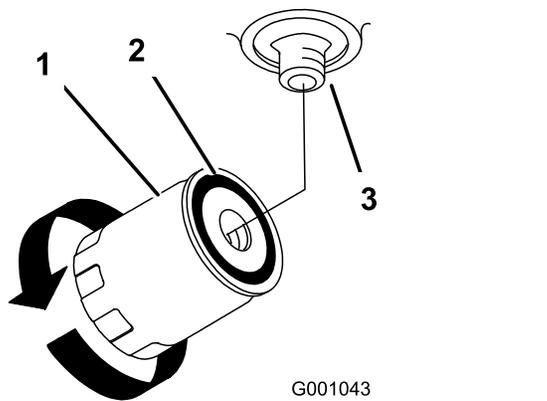

Figure 80
7. Appliquez une fine couche d'huile propre sur le joint en caoutchouc du filtre de rechange (Figure 80).
9. Remplissez le réservoir hydraulique jusqu'à ce que le liquide déborde du filtre. Tournez alors le filtre dans le sens horaire jusqu'à ce que le joint en caoutchouc vienne toucher l'adaptateur du filtre. Serrez ensuite le filtre de 1/2 tour supplémentaire (Figure 80).